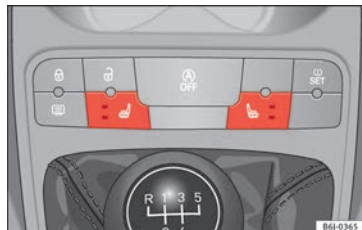

Fig. 100 Interruttore per il riscaldamento dei sedili anteriori.
- Per accendere il riscaldamento di un sedile, premere l'interruttore corrispondente »» fig. 100.
- Una sola pressione attiva il riscaldamento a intensità massima. Si illuminano i due LED »» fig. 100. Dopo 15 minuti a massima intensità, si spegne il LED superiore, il sistema si disattiva per 2 minuti, dopo i quali ricomincia a funzionare con la minima intensità (il LED inferiore è sempre acceso).